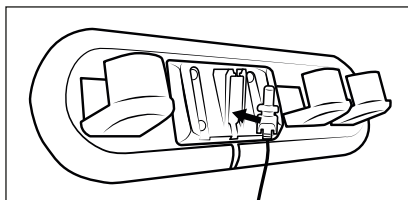

Fig. 4
- 1) Prelevare il supporto a parete **17** dal porta-accessori **16**. Inserire lo spinotto cavo **10** dell'alimentatore **9** nel supporto a parete **17** come mostrato nella seguente illustrazione. Fissare lo spinotto cavo **10** ruotandolo (vedere fig. 4).